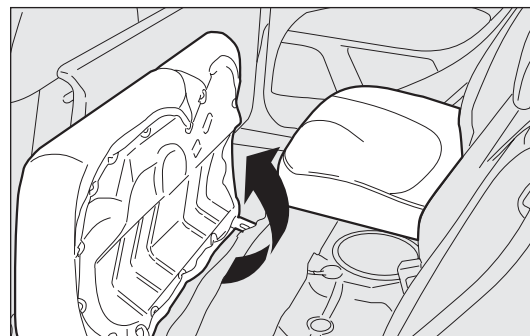

рис. 92
Частичное расширение (на 1/3 или на 2/3) – рис. 92 (для моделей/рынков, где предусмотрено)
- опрокиньте подушки сиденья вперед в указанном стрелкой направлении – рис. 92;